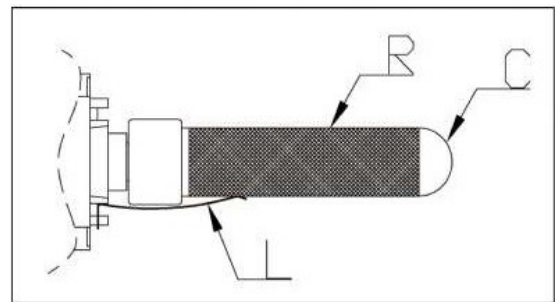

Fig.44
- Svitare delicatamente il condensatore al quarzo (C Fig. 44).
- Sfilare la rete (R Fig. 44) esterna al tubo: se l'operazione risulta difficoltosa, ruotare leggermente la rete attorno al condensatore al quarzo.
- Controllare che la linguetta (L Fig. 44) sia a contatto con la rete metallica e la preme contro il vetro al quarzo del condensatore (C Fig. 44).
- Gently unscrew the capacitor (C Fig. 44).
- Remove the external net (R Fig. 44) of the tube: if the operation results to be difficult, rotate slightly the net around the quartz capacitor.
- Control that the small flap (L Fig. 44) touches the metallic net and presses on the quartz glass of the capacitor (C Fig.44).